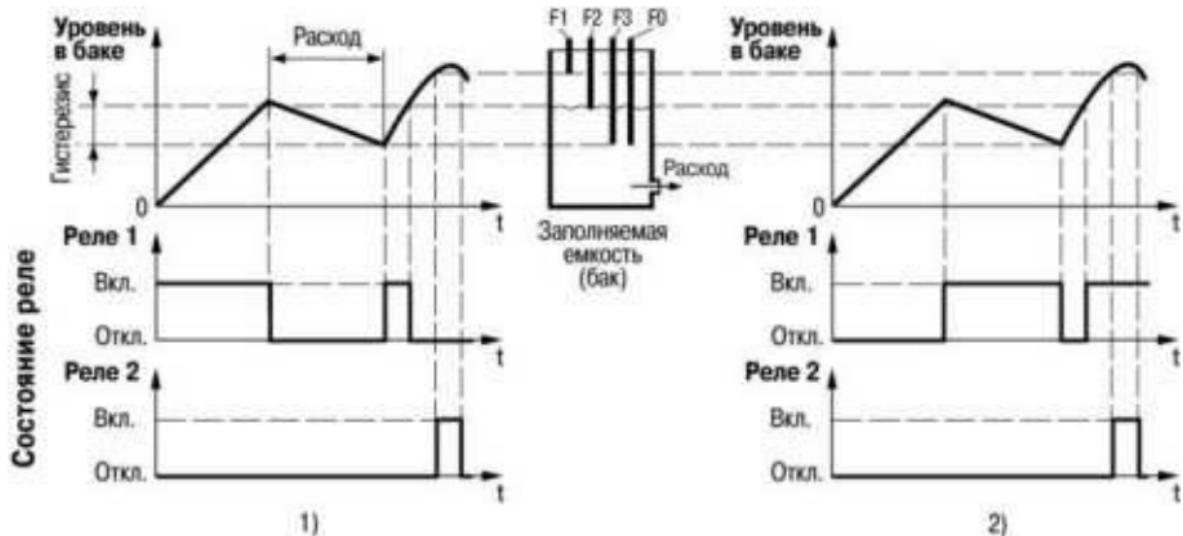

Рисунок 6.4 – Графики работы прибора: 1) заполнение, 2) осушение
**Работа на заполнение емкости** (см. рисунок 6.4) (режим по умолчанию)